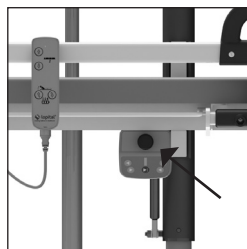

Figure 11 Bouton d'abaissement d'urgence.
Si la commande manuelle tombe en panne et que la table d'habillage est en position haute, la table d'habillage peut être abaissée à l'aide du bouton d'abaissement d'urgence. Ce bouton se trouve sur le boîtier de commande (Voir figure 11).
- Appuyez sur le bouton d'abaissement d'urgence (Voir figure 11).